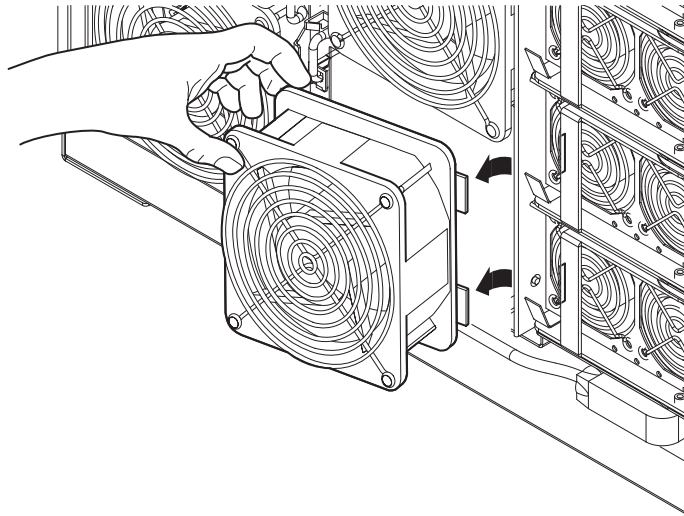

図 7-3 ファンの取り外し
7. ファンを取り外して、ESD マットの上に置きます (図 7-3)。